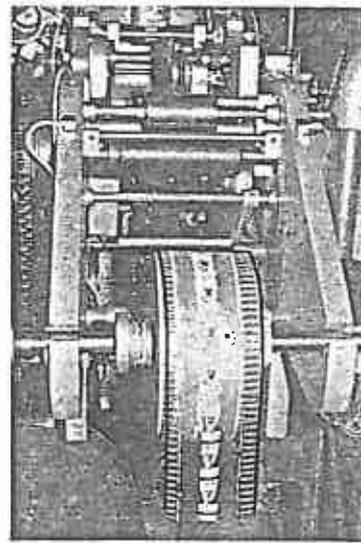

Bild 122
1. Einwickler mit der, der Einwicklerbreite entsprechenden Abrollachse in den Einwicklerapparat einlegen (Bild 122). Ggf. Einwickler mittig einstellen (siehe Abschnitt 6.6).